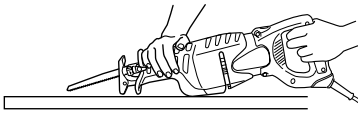
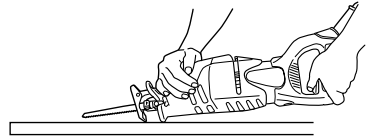

Fig. 22
Fig. 23
Con esta herramienta, podrá realizar cortes de cavidad en madera laminada y en tablas de material delgado. El corte de cavidad se puede realizar con toda facilidad con la hoja de sierra instalada en sentido inverso, tal como se observa en las Figs. 23, 25, y 27. Utilice una hoja de sierra lo más corta y gruesa posible. Para este fin, se recomienda la hoja BIMETÁLICA No 132 mencionada en la página 53. Asegúrese de prestar atención durante la operación de corte y de proceder de la siguiente manera.
- (1) Presione la parte inferior (o la parte superior) de la base contra el material. Tire del gatillo mientras mantiene la punta de la hoja de sierra separada del material. (Fig. 22, Fig. 23)